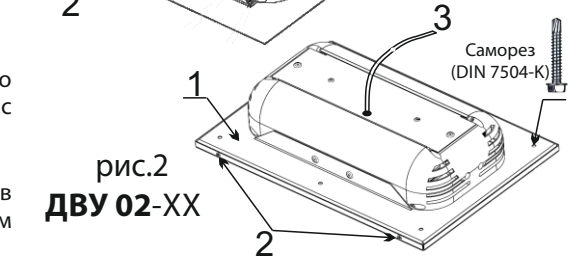

рис.2
5.2 Для монтажа светильников серии ДВУ (ДВУ 02,42-хх) необходимо (см. рисунок 2):